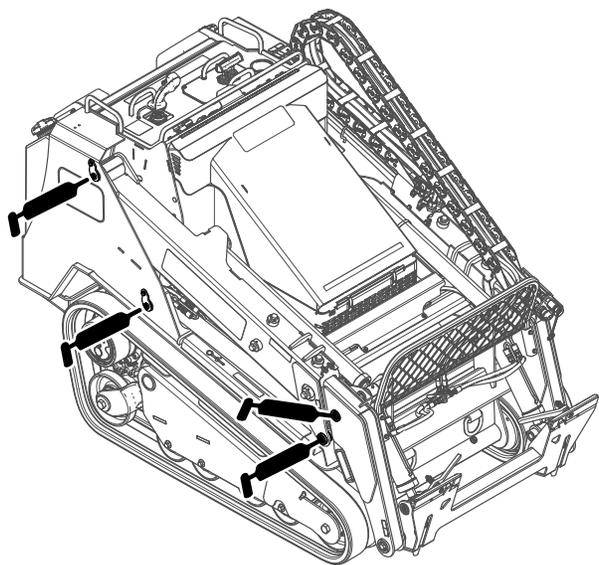
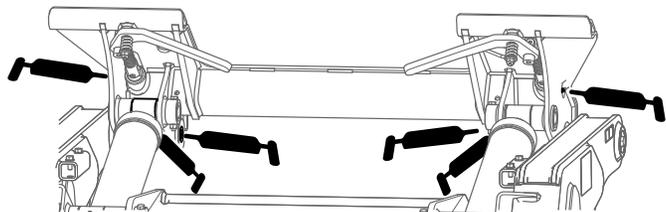
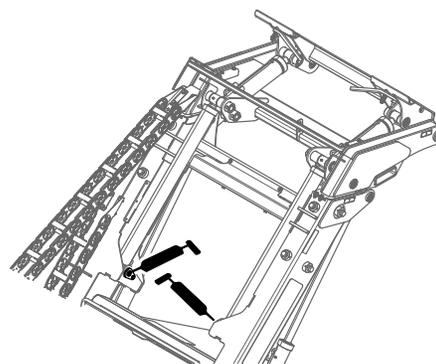

Рисунок 45
Рисунок 46
Рисунок 47
4. Присоедините к каждой масленке шприц для нагнетания консистентной смазки (Рисунок 45, Рисунок 46 и Рисунок 47).
Примечание: Прежде чем смазывать масленки, поднимите стрелы погрузчика, как показано на Рисунок 47.